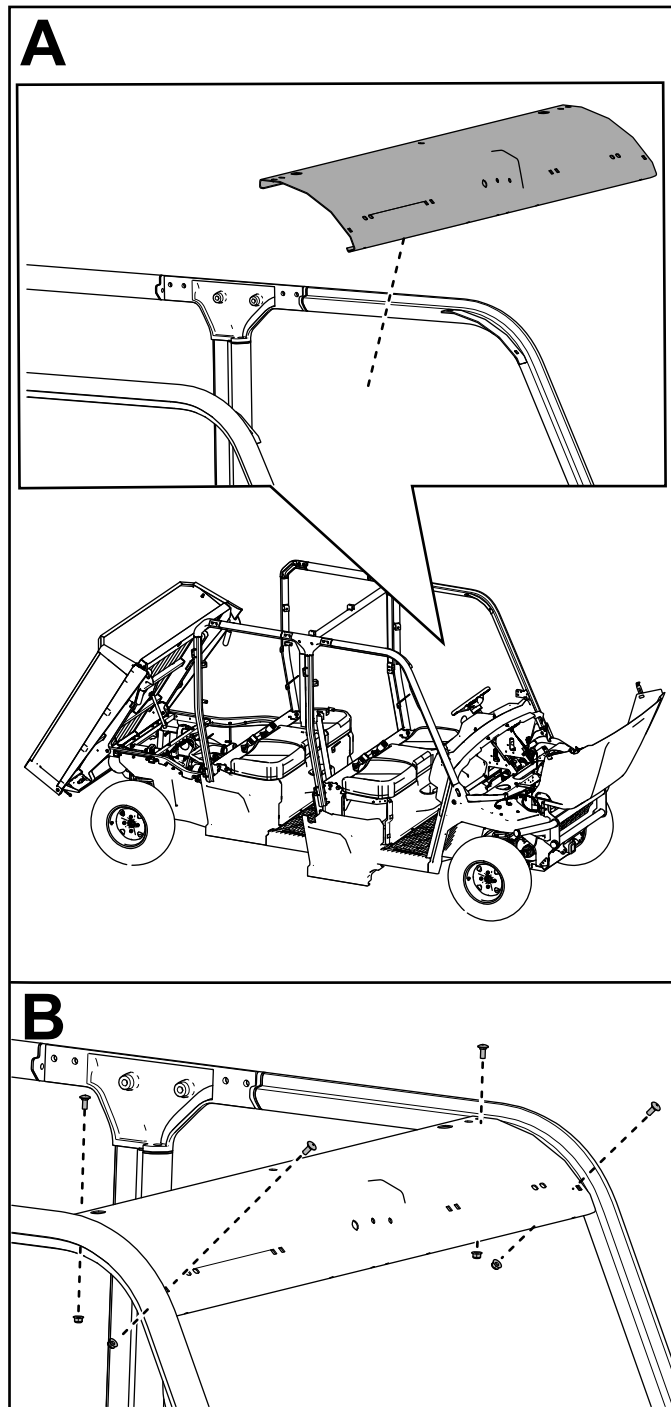

Figura 48
15. Sujete el travesaño delantero a los conjuntos delanteros de la barra antivuelco con 4 pernos de cuello cuadrado ($\frac{5}{16}$ " x $\frac{3}{4}$ ") y 4 contratueras ($\frac{5}{16}$ "), como se muestra en la Figura 48.